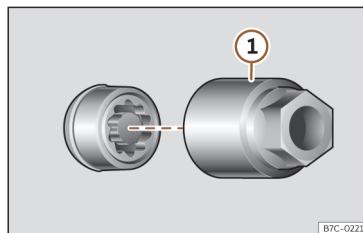

Fig. 205 Parafuso antirroubo com capa de proteção e adaptador.
- Encaixe o adaptador especial >>> Fig. 205 (1) (ferramenta de bordo >>> Página 327) no parafuso antirroubo da roda até ao limite.